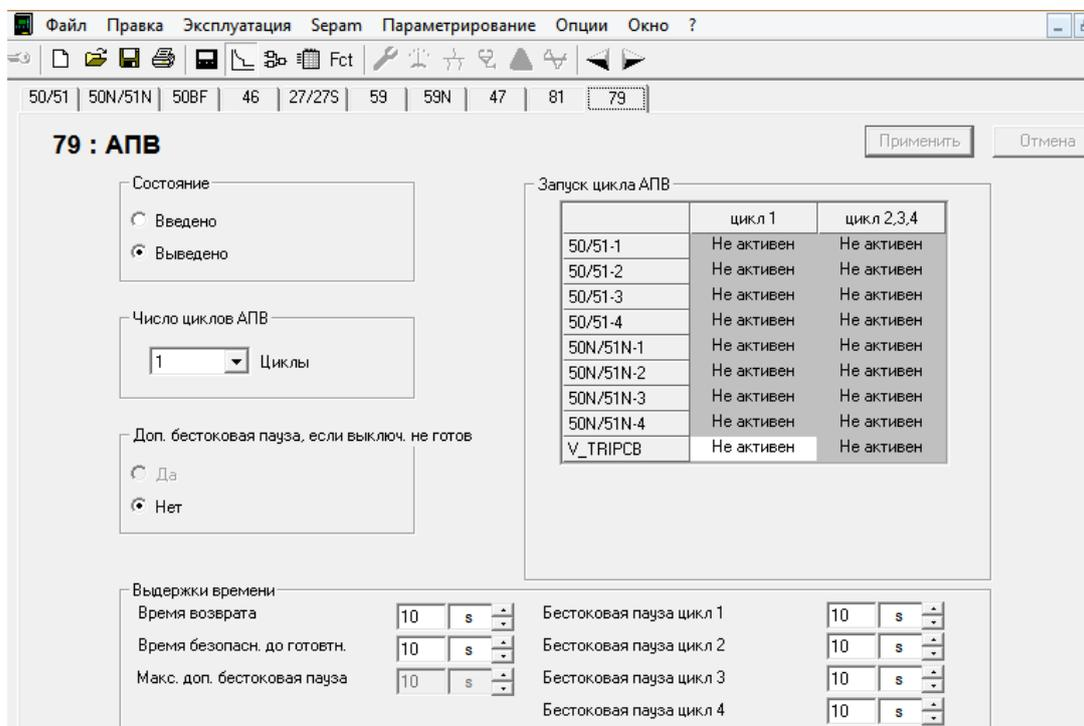

Рис. 5.10. Окно настройки АПВ
- Автоматическое повторное включение (максимум 4 цикла) – 79 (рис. 5.10).
На экране (рис. 5.10):